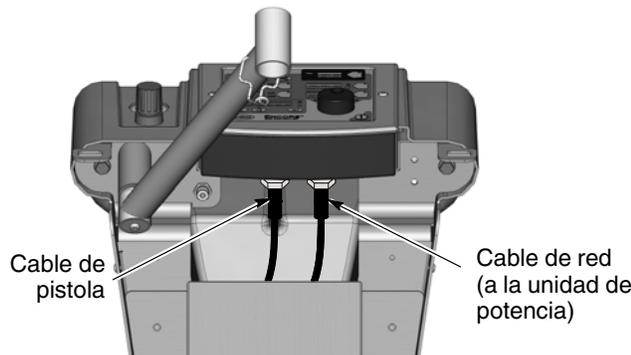

Figura 3-11 Conexión del cable de la pistola al módulo de la interfaz - Sistemas móviles
1. Sistemas móviles: Ver la figura 3-11. Introducir el cable de la pistola de aplicación en la parte posterior de la torre de la carretilla y a través del frontal superior. Esto permitirá agrupar el cable con el tubo de limpieza de aire de electrodo y de purga.